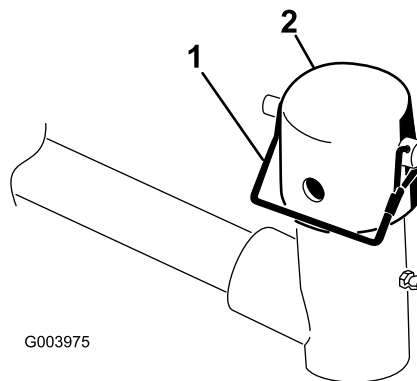

Figura 4
3. En el brazo de elevación de cada una de las unidades de corte, retire el pasador de seguridad que sujeta el capuchón al brazo giratorio, y retire el capuchón (Figura 4).